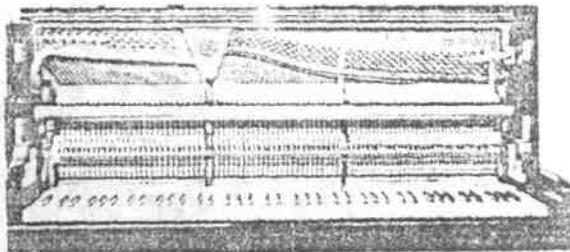
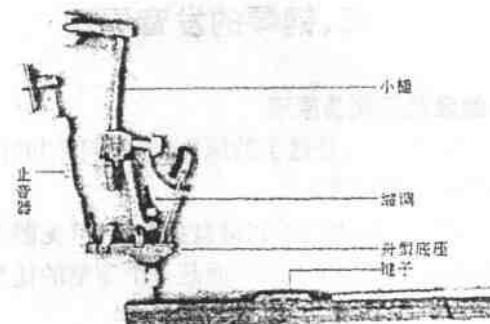

图 1-3 键盘机械图
图 1-4 击弦机图
(2) 发音部分：包括琴弦、共鸣板和共鸣间。琴弦是钢琴的音源，琴弦振动后，随即使共鸣板和共鸣间产生共鸣。
(3) 键盘机械：包括键盘以及由触键转变成琴槌击弦的整个传动机构，这个传动机构也叫击弦机（见图 1-3，图 1-4），它是钢琴的核心。
(4) 控音装置：包括踏板及其与击弦机的传动部分。其作
从图 1-4 可以看到，击弦机就是一个联动装置，实际是由多个杠杆装置组合而成。键子的尾端是这个联动装置的始端，琴槌的击弦点是这个联动装置的末端，中间部分是这个联动装置的核心。